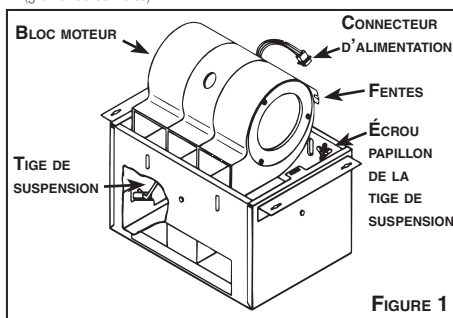

FIGURE 1
**ATTENTION :** Lors de la manipulation du bloc-moteur, ne pas le tenir par les côtés pour ne pas endommager les roues du ventilateur. Voir la Figure 1.